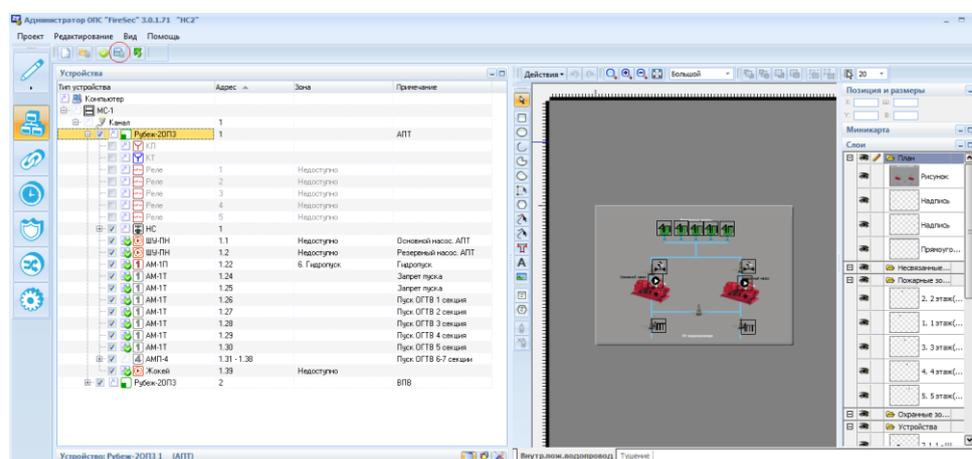

Рис. 1 Окно приложения **Администратор**
2. Воспользовавшись кнопкой , сохранить конфигурацию на сервере (Рис. 1);